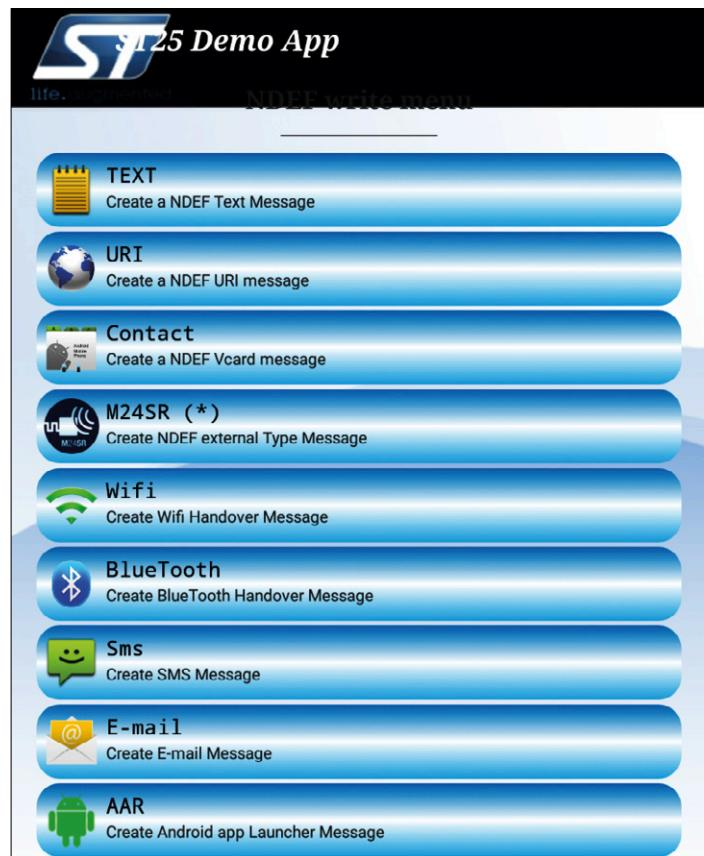
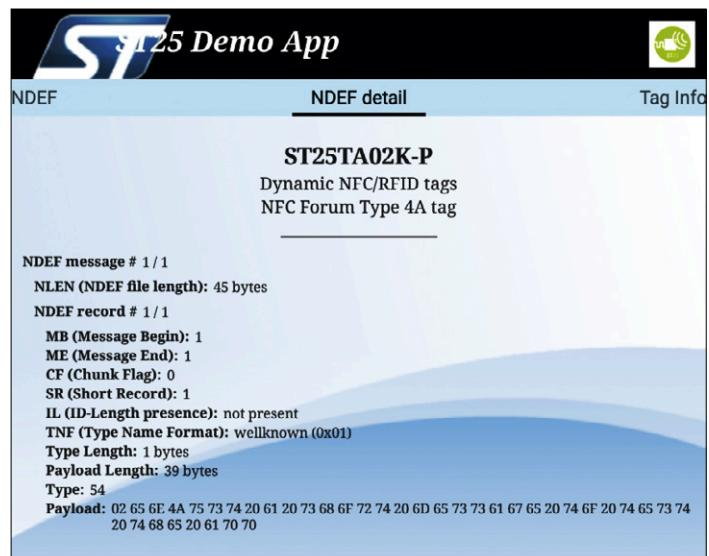

Figure 4. Composez votre message NDEF.
Figure 5. Lecture du contenu NDEF (pouvez-vous lire le message ?)
L'appli Android de STMicroelectronics appelée *ST25 Demo App* [1] permet de lire le contenu des fichiers stockés en mémoire (exécutable STSW-ST25001, code source STSW-ST25002), et d'y écrire un fichier NDEF (**fig. 4**) définissant les actions que la balise exécutera lorsqu'elle sera lue par un ordiphone ou une tablette. L'appli permet de lire les fichiers des balises STMicroelectronics, le fichier NDEF p. ex. (**fig. 5**) ; si vous savez convertir de l'hexa en ASCII, vous saurez lire les données utiles du court message que j'ai écrit sur ma carte. En faisant défiler l'écran, on trouve ensuite l'info TAG indiquant l'UID de 14 caractères (56 bits) de la balise et la taille de sa mémoire. Il est possible de verrouiller l'accès en lecture/écriture de la balise depuis la page *Tools*. D'autres options, applicables uniquement à la carte CLOUD-ST25TA, permettent de définir le niveau de sortie GPO, d'effacer les données du NDEF et de configurer le compteur de lecture/écriture.
▶ Essayez de décoder le message ASCII de la figure 5 !